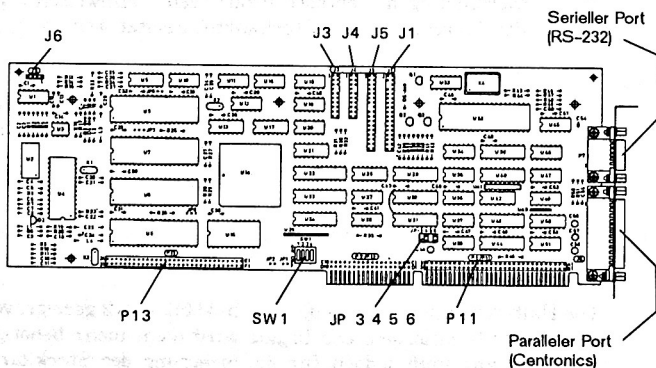

Abbildung 3
7. Das Diskettenlaufwerk-Steuerkabel mit Anschluß J1 der Multifunktionskarte verbinden (Abbildung 3). Dabei muß die Farbmarkierung des Kabels zum oberen Rand der Karte zeigen.
8. Wenn der PC über ein Festplattenlaufwerk verfügt, das Festplattensteuerkabel mit Anschluß J5 der Multifunktionskarte verbinden (Abbildung 3). Dabei muß die Farbmarkierung des Kabels zum oberen Rand der Karte zeigen.
9. Das Datenkabel vom ersten Festplattenlaufwerk muß mit Anschluß J4 der Multifunktionskarte verbunden werden. Wenn der PC über ein zweites Festplattenlaufwerk verfügt, muß das Datenkabel dieses Laufwerks mit Anschluß J3 der Karte verbunden werden (Abbildung 3). Dabei muß die Farbmarkierung des Kabels zum oberen Rand der Karte zeigen.
10. Das Kabel von der Festplatten-LED mit Anschluß J6 der Multifunktionskarte verbinden (Abbildung 3). Die Konstruktion der Steckverbindung verhindert einen falschen Anschluß (Drehung um 180°).